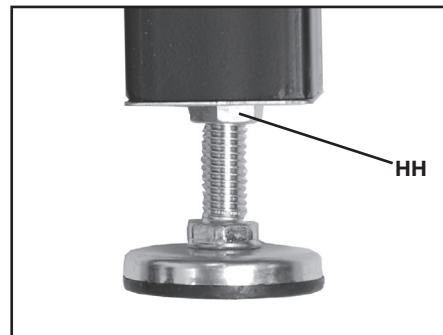

FIG. 14A
Une fois les pieds installés, serrer le contre-écrou (HH) fig. 14A up contre le corps de la patte.